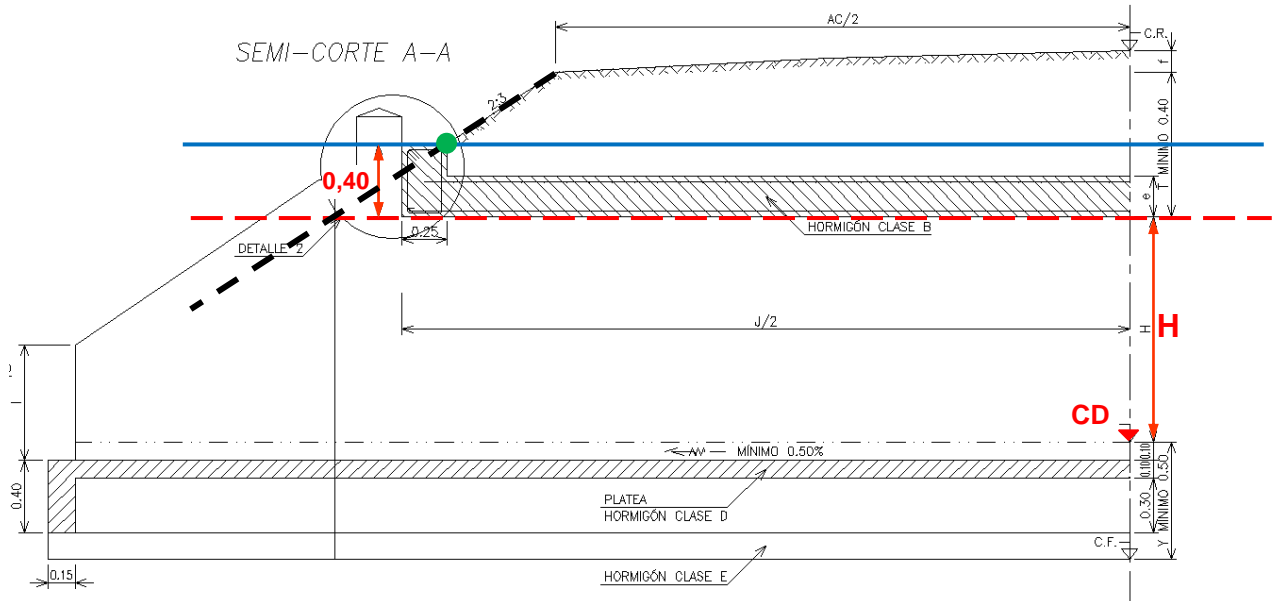

Figura 4
Trazado la dimensión H, paralela a la pendiente  $i$ , obtenemos la línea de trazos roja (Figura 4).
Según el PT, trazamos una línea paralela a 0,40 m (azul en Figura 4):
- A partir de la intercepción de esta línea con el talud, definimos la finalización del mismo (punto verde Figura 4)